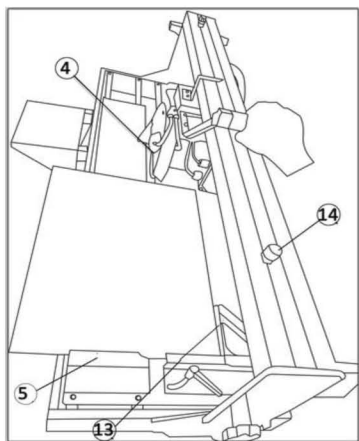
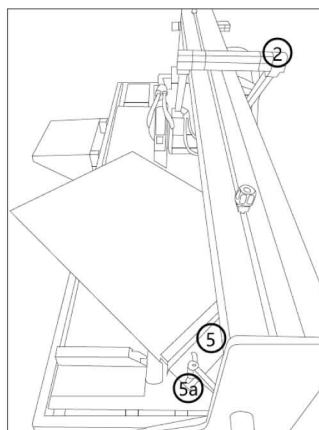

Fig.7
Fig.8
• Realizar un corte paralelo de 90 ° (Fig.7)
1. Afloje la perilla de la Guía de ángulo (13) y ajuste el ángulo a 0°. Vuelva a apretarlo.
2. El ancho de corte establecido se puede leer desde la escala en la guía paralela (5).
3. Empuje la pieza de trabajo a cortar con el borde exterior apretado contra el guía paralela (5) de el soporte de la pieza del wok y contra la guía de angular (13)
5. Fije la pieza de trabajo con una mano y con la otra mano sostenga el manija del motor (2) del cabezal de corte y guíe la rueda de corte lentamente en la dirección de la flecha y de manera uniforme a través de la pieza de trabajo durante el proceso de corte.
• Realizar un corte angular (Fig.8)